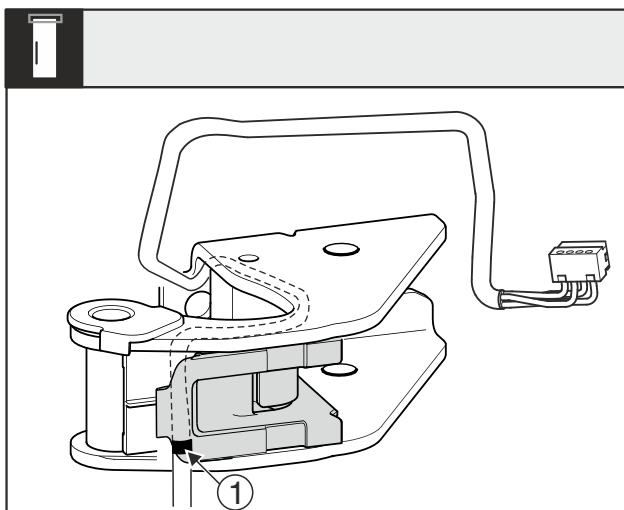

Fig. 28
- ▷ Middelste markering Fig. 28 (1) moet hierbij tegen de kant van de kabelhouder liggen.